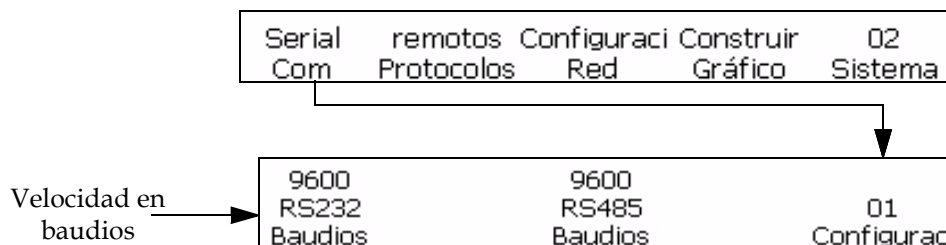

Figura 4-24: Marco <02 Sistema>
- 1 Desplácese hasta el marco <02 Sistema> (01 Edición > 02 Edición > 03 Edición > 04 Edición - Sistema Ajuste > 01 Sistema > 02 Sistema). Consulte la Figura 4-24.